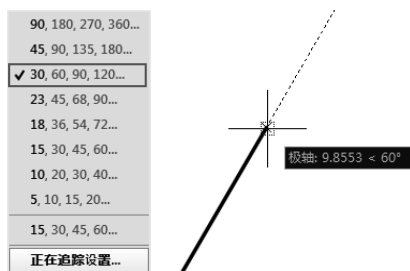

图 3-40 设置“增量角”进行捕捉
- “增量角”列表框：用于设置极轴追踪角度。当光标的相对角度等于该角，或者该角的整数倍时，屏幕上将显示出追踪路径，如图 3-40 所示。